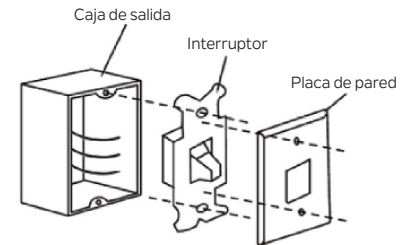

Figura 19
**Paso 1.** Retire la placa de pared existente y el interruptor de la caja de salida de pared. Desconecte los cables del interruptor existente. (Figura 19)